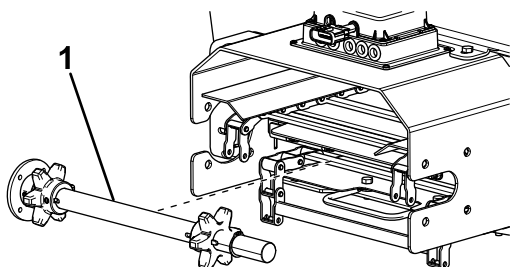

**Bild 19**
1. Schieben Sie die Kupplung auf die Getriebewelle (30 mm) und sichern Sie diese mit einer Stellschraube (**Bild 19**).